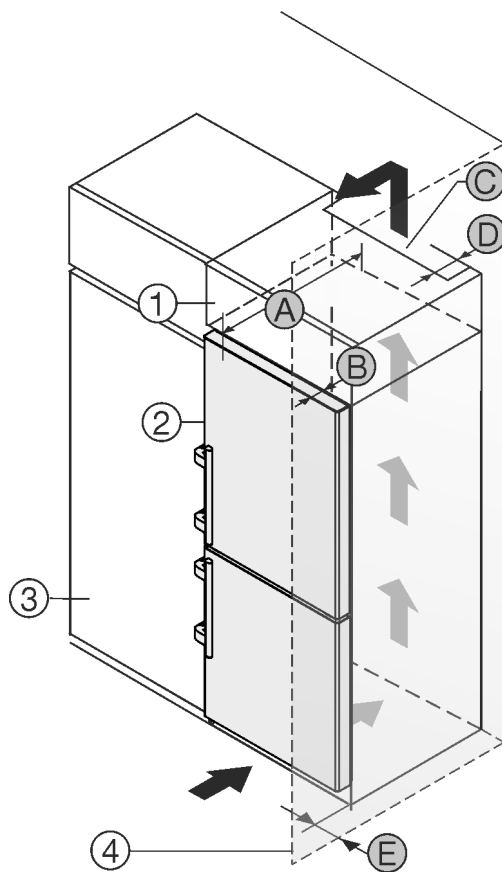

Fig. 2
- (1) Armadietto sovrapponibile*
- (2) Apparecchiatura*
- (3) Mobile da cucina*
- (4) Parete*
- (A) Profondità apparecchiatura*
- (B) Profondità porta*
- (C) Sezione di ventilazione*
- (D) Distanza lato posteriore apparecchiatura*
- (E) Distanza lato apparecchiatura*
È possibile posizionare l'apparecchiatura accanto a un mobile da cucina Fig. 2 (3)*.
Sul lato posteriore dell'armadietto sovrapponibile deve essere presente un vano di scarico dell'aria con la profondità Fig. 2 (D) che attraversa l'intera larghezza dell'armadietto sovrapponibile.*
Sotto al soffitto deve essere presente la sezione di ventilazione Fig. 2 (C)*.
Se si installa l'apparecchiatura con le cerniere accanto a una parete Fig. 2 (4), la distanza tra l'apparecchiatura e la parete deve essere di almeno 57 mm, che corrisponde alla sporgenza della maniglia a porta aperta.*
Per poter aprire completamente la porta, installare l'apparecchiatura in modo che sporga dal frontale del mobile da cucina almeno della misura della profondità della porta Fig. 2 (B). L'apparecchiatura può sporgere ulteriormente a seconda della profondità dei mobili da cucina Fig. 2 (3) e dell'utilizzo di distanziatori a parete.*